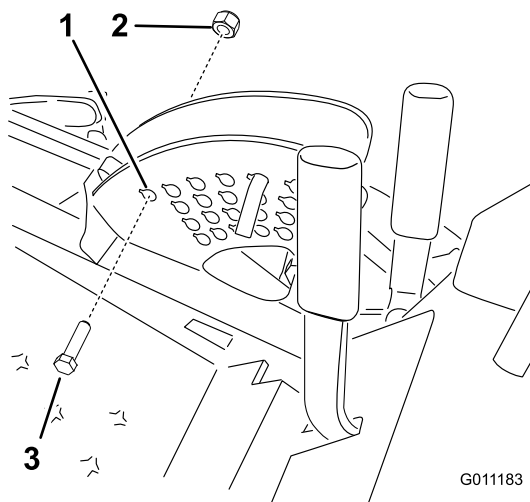

Figura 30
3. Baixe a plataforma do cortador e instale um parafuso (1/2 x 2-1/2 pol.) e porca (1/2 pol.) no orifício de altura de corte de 152 mm (Figura 30). Isto vai evitar danos na polia dupla ao elevar a plataforma do cortador.